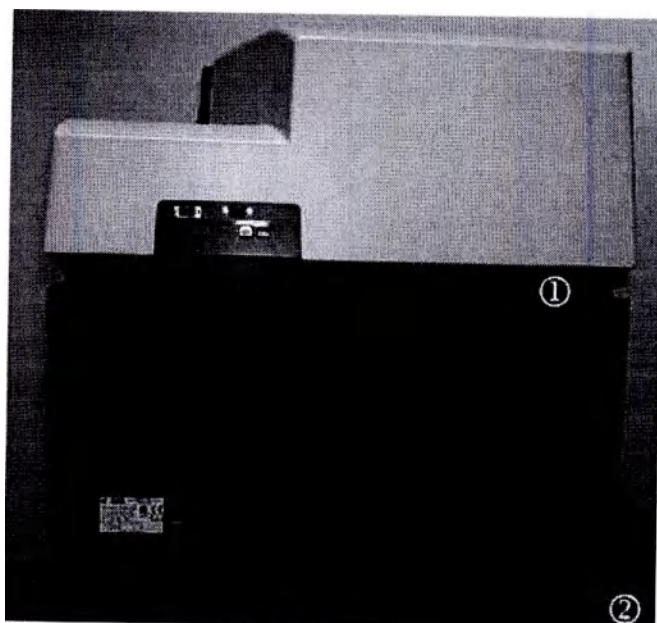

Рисунок 3. Анализатор VES-MATIC CUBE 200 (ВЕС-МАТИК КУБ 200), вид сзади
- в) вид сзади (см. рисунок 3).